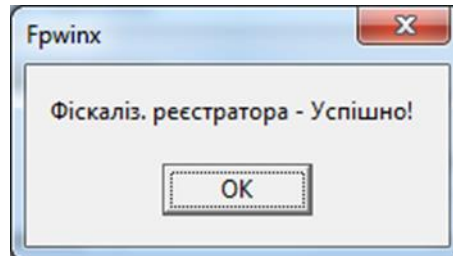

Рисунок 22
5.11 Якщо реєстратор підключено до СОМ-порта комп'ютера, то з'явиться вікно (рисунок 22). Відбудеться перезавантаження реєстратора. Роздрукується чек (рисунок 23).